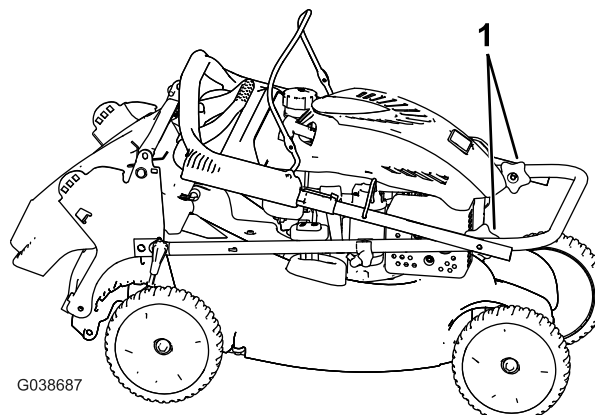

Figura 23
4. Ruotate la porzione superiore della stegola indietro verso il motore; fate riferimento a Figura 23.